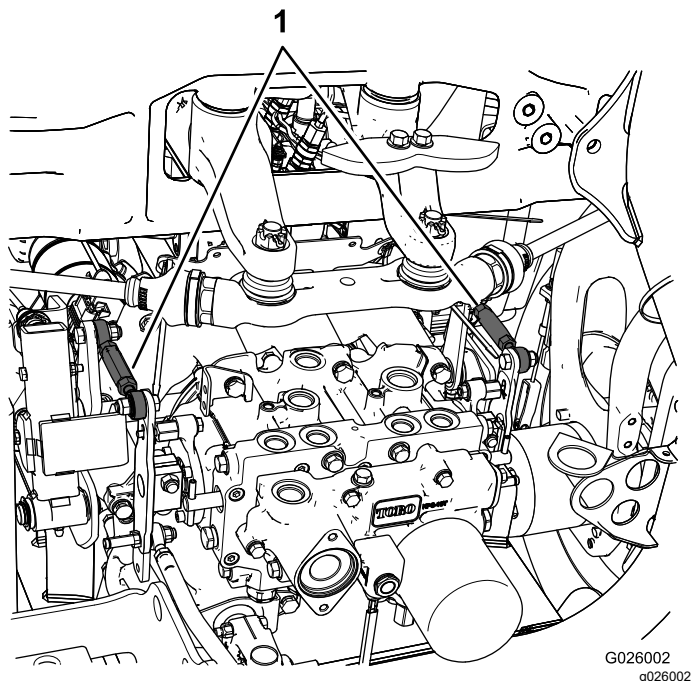

Рисунок 49
- Если вращается левое колесо, отпустите зажимную гайку на левой тяге управления трансмиссией (**Рисунок 49**).